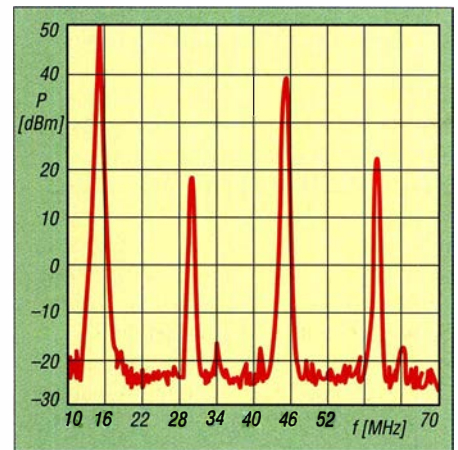

Bild 9: Pegel der Harmonischen im Ausgangssignal bei einer Ausgangsleistung $P_a = 100$ W und $f_{Mess} = 15$ MHz
Die maximale Leistungsabgabe bei Einton-Ansteuerung (CW) liegt im Frequenzbereich 1,5 MHz bis 30 MHz bei über 100 W. Bei 50 MHz werden 50 W noch sicher erreicht (Tabelle 1). Beide Angaben beziehen sich auf eine Messung ohne Oberwellenfilter. Die Oberwellenunterdrückung beträgt, wie bei solchen Schaltungen üblich, für die zweite Harmonische etwa 30 dB und für die dritte etwa 10 dB (Bild 9). Der Aufbau von wirksamen Oberwellenfiltern sollte also keine Probleme bereiten.